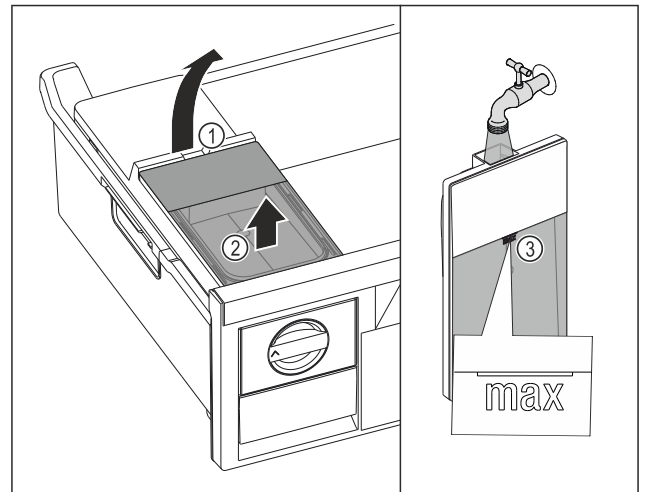

Fig. 121
- ▶ Wassertank an der Aussparung Fig. 121 (1) anheben.
- ▶ Wassertank nach oben entnehmen. Fig. 121 (2)
- ▶ Wassertank bis zur Markierung Fig. 121 (3) mit Trinkwasser befüllen.